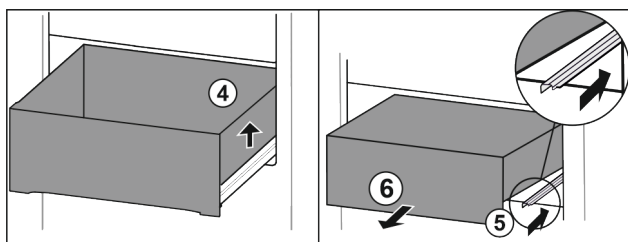

Fig. 90
- ▶ Nadvihnite zásuvku doprava. Fig. 90 (4)
- ▶ Zasuňte pravú koľajničku. Fig. 90 (5)
- ▶ Odoberte zásuvku dopredu. Fig. 90 (6)